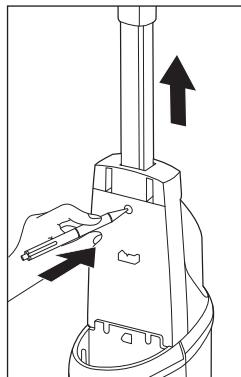

Fig. 2
- Lorsque vous souhaitez retirer à nouveau la partie portable ① de l'appareil, vous devez commencer par sortir le réservoir d'eau fraîche ⑪ de l'appareil, pour accéder à l'encliquetage de la partie portable ① (voir le chapitre **Remplir le réservoir d'eau fraîche**). Une fois le réservoir d'eau fraîche ⑪ retiré, appuyez sur l'encliquetage de la partie portable ① à l'aide d'un objet pointu pour l'éloigner de l'orifice d'encliquetage. Vous pouvez ensuite retirer à nouveau la partie portable ① de l'appareil (voir fig. 2).